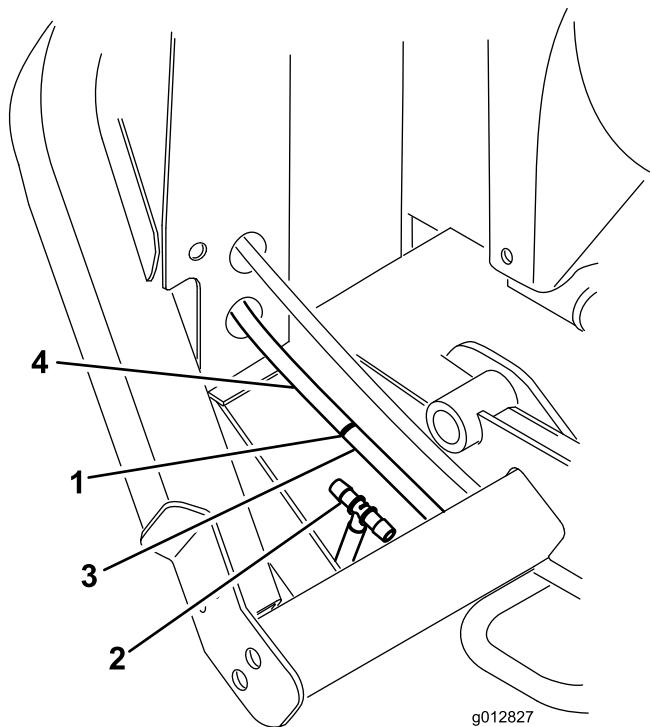

図 17
- B. ラジエターのフレームからおよそ127mmのところで戻りホースを切断する図 17。